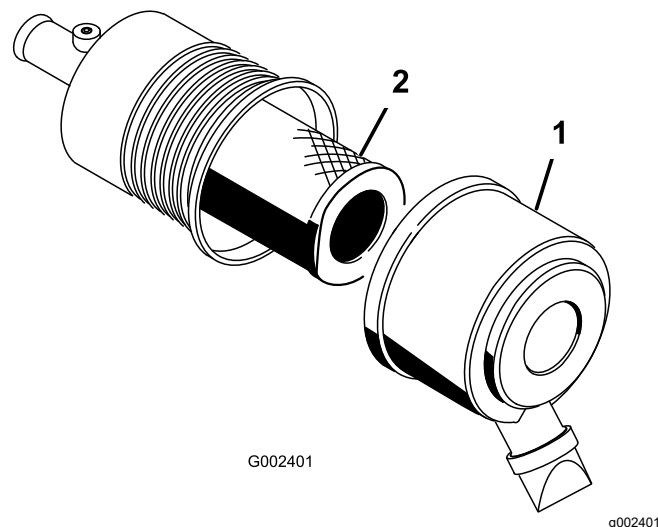

Figura 55
2. Abra los enganches que sujetan la tapa del limpiador de aire a la carcasa del limpiador de aire (Figura 55).
3. Retire la cubierta de la carcasa del limpiador de aire (Figura 55).
5. Retire y cambie el filtro (Figura 55).